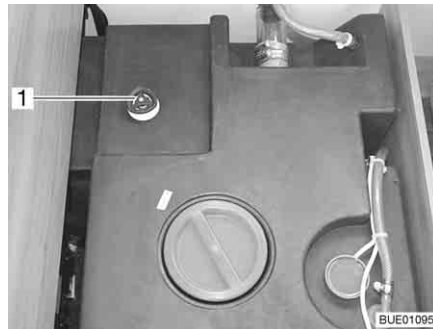
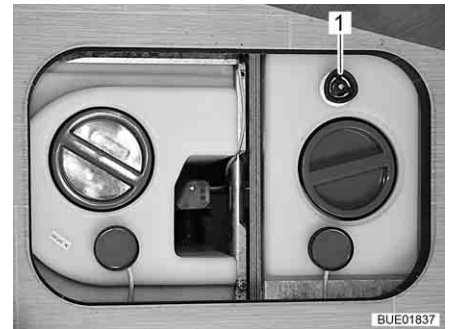

Bild 222 Vattentank med ratt (Viseo)
Bild 223 Vattentank med ratt (Elegance)
- Vrid ratten (Bild 222,1 resp. Bild 223,1) på vattentanken medurs till stoppläget.
- Vrid ratten (Bild 222,1 resp. Bild 223,1) på vattentanken moturs till motståndet. Vattnet rinner ut tills en restvolym är kvar (Restvolym för Viseo: 60 l, Restvolym för Elegance: 20 l).